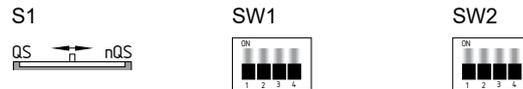

Abb. 4
Zeiteinstellung (siehe Abb. 4 und 5)
- Die DIP-Schalter befinden sich unter der Frontabdeckung des Sicherheitsrelaisbausteins (siehe Abb. 4 und 5).
Einstellung des Schalters (siehe Abb. 4)